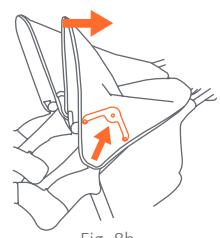

Fig. 8b
- Para plegar la cubierta:** empuje hacia atrás el borde delantero (Fig. 8b).